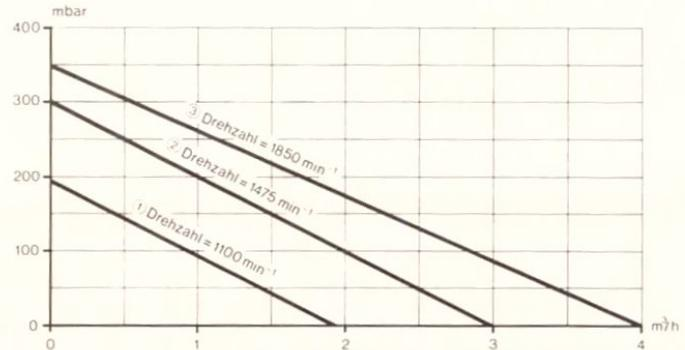

Abb. 8
Die Pumpenauslegung bei den Kesseltypen VKS 35 E - VKS 41 E nach Tab. 2 und dem Diagramm Abb. 8 vornehmen. Montage des Pumpeneinbausatzes siehe unter 5.3, Seite 12.
Der Schalterstellung ①, ②, ③, ④ entsprechende Drehzahl siehe Diagramm Abb. 8.